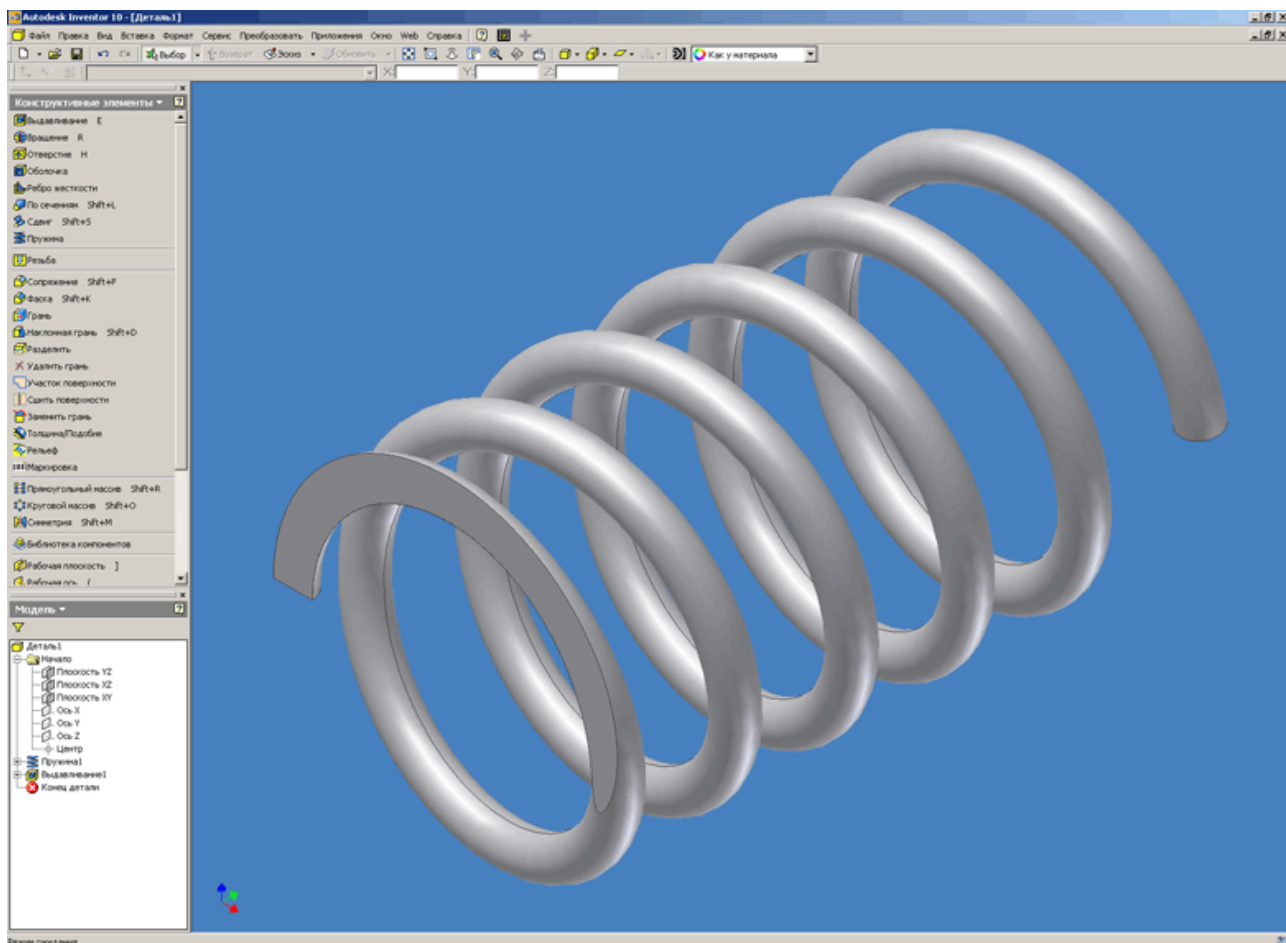

Рис. 9
9. Выполняем построение подрезки торца пружины нажав на кнопку «Ok» (см. Рисунок 9).